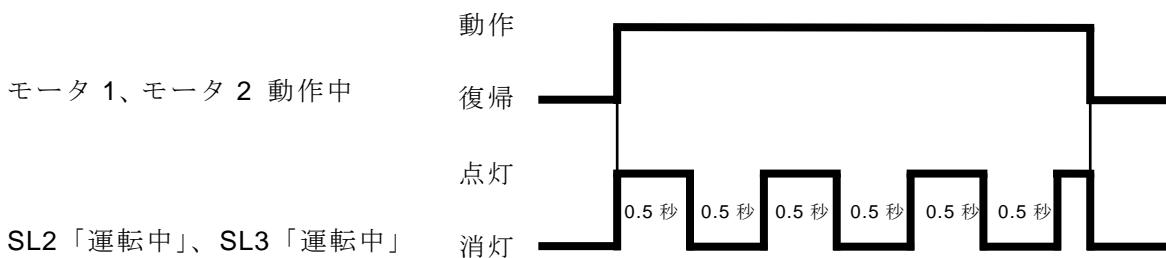

図3.1 モータ1、モータ2動作中におけるSL2「運転中」、SL3「運転中」のON/OFF タイムチャート
- ⑥ “ファン停止”またはBS1「停止」を押すと、モータ1は停止する。
- ① 手動運転中にCOS「自動」に切り替わったときの条件を以下に示す。
- ② モータ1が回転中、“排風ファン指令人回転数”的変更は可能とする。
- ③ “ファン運転”と“ファン停止”は、ダンパ全開後に表示される。
- ④ モータ2の正転・逆転指令は先行入力優先とし、同時にONすることはない。
- ⑤ LS1「全開」がONしているとき、モータ2は正回転しない。
- ⑥ LS2「全閉」がONしているとき、モータ2は逆回転しない。
- ⑦ 手動運転中のSLの表示を以下に示す。
- ・ モータ回転中は、図3.1に示すようにSL2「運転中」、SL3「運転中」が0.5秒間隔で点滅する。
- ・ モータ停止中は、SL1「停止」が点灯する。なお、3.1手動運転②、④の場合を除く。
- ⑧ 異常検出中の条件を以下に示す。